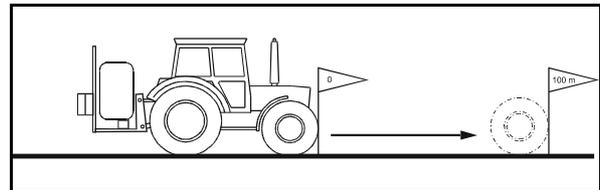

Fig. 121
2. Marquez le point de départ et le point d'arrivée (Fig. 121).